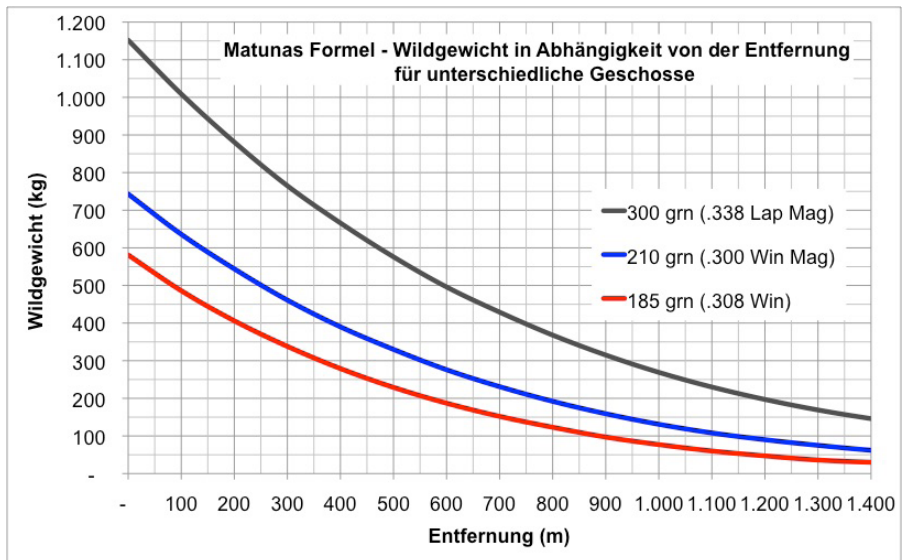

Abbildung 1: Empfohlenes maximales Wildgewicht als Funktion der Schussentfernung
Abbildung 1 stellt das Ergebnis der Matunas Formel (3) für 3 verschiedene Geschosse im Vergleich dar: .338 Lap Mag mit einem 300 grn Geschoss, .300 Win Mag mit einem 210 grn Geschoss und .308 Win mit einem 185 grn Geschoss. Die Darstellung ist beispielhaft und gilt jeweils nur mit den ballistischen Daten der gerechneten Geschosse. Durch die Eingabe von Geschossgewicht und den Geschwindigkeiten der Geschosse bei unterschiedlichen Entfernungen ergeben sich die von der Matunas Formel empfohlenen maximalen Wildgewichte als Funktion der Schussentfernung.